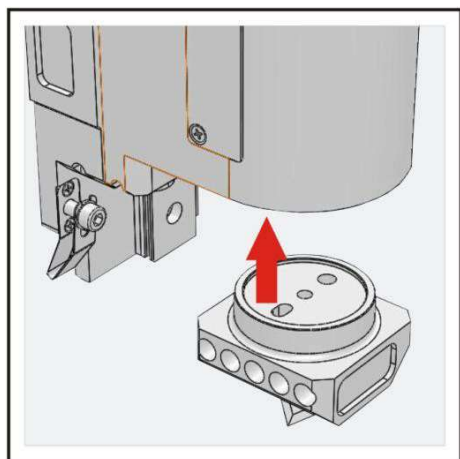

Рис. 23
- Положите готовую косую турель на нижнюю часть крепления косого ножа, добейтесь их совпадения (рис. 23).